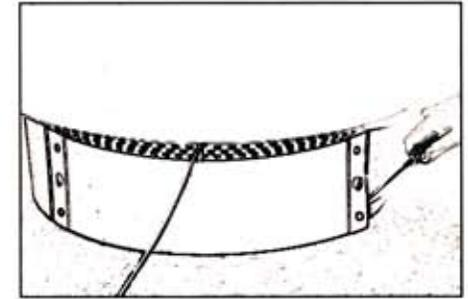

Bild 8: Abnehmen des hinteren Teiles der Sockelblende mit Hilfe eines großen Schraubendrehers
- Abnehmen des hinteren Teiles der Sockelblende (siehe Bild 8)